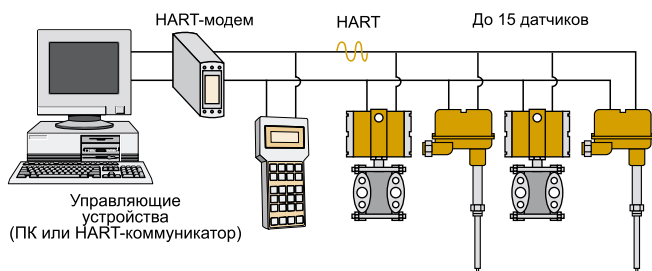

Рис. 2. Многоточечный режим работы датчиков
*В многоточечном режиме* датчик передает и получает информацию только в цифровом виде. Аналоговый выход автоматически фиксируется на минимальном значении – 4 мА (только для питания устройства) и не содержит информации об измеряемой величине. Информация о переменных процесса считывается по HART-протоколу (рис. 2).